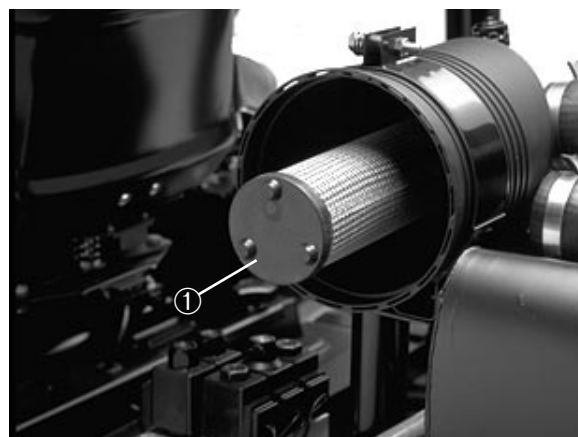

Fig. 39
- B. Udløs bagskærmen og fjern den (Fig. 39). Rengør skærmen grundigt.